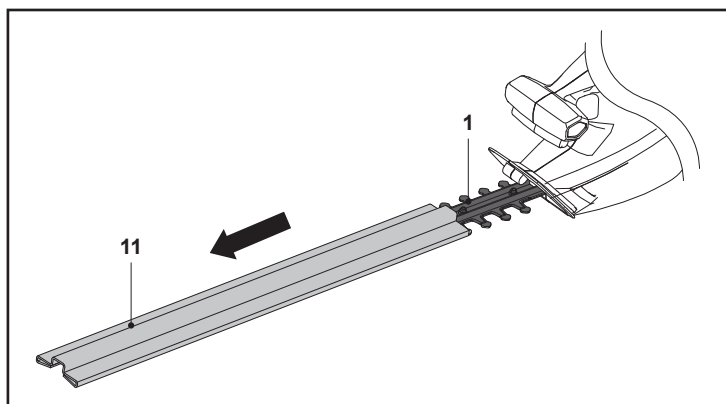

Fig. 1
1. Retirer le protège-lame (11) du dispositif de coupe (lame) (1) avant utilisation (Fig. 1).
2. Conserver le protège-lame (11) en lieu sûr.